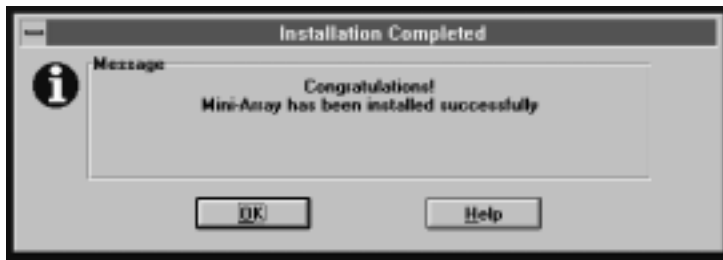

图15. MINI-ARRAY 软件安装：Installation Complete Screen
5. Congratulations Installation Completed对话框显示（如图15），选择OK